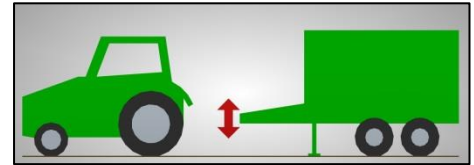

Bild 12: Deichselverstellung
- im abgekuppelten Zustand der Maschine die Deichselhöhe und somit die Höhe der Zugeinrichtung angepasst werden (Bild 12).